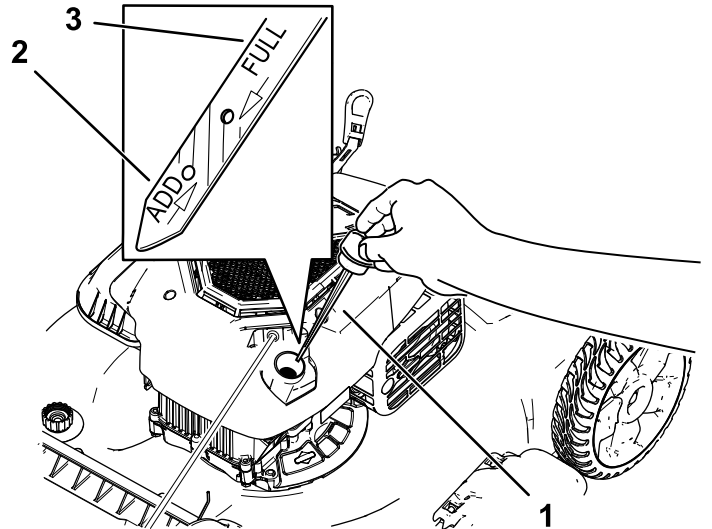

図 19
10. ディップスティックの目印で油量を点検する 図 19。